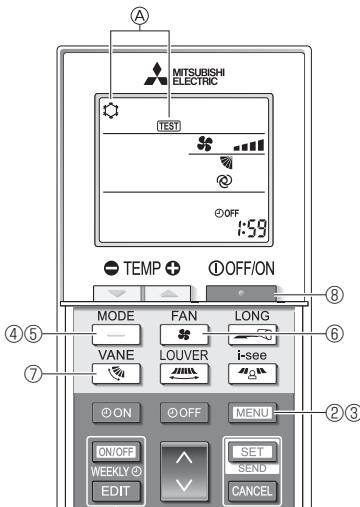

Fig. 8-5
- ① Mindestens 12 Stunden vor dem Testlauf den Netzstrom einschalten.
- ② Drücken Sie Taste **[MENU]** 5 Sekunden lang. (Fig. 8-5)
- ③ Drücken Sie die Taste **[MENU]**.
Es werden **④ [TEST]** und die aktuelle Betriebsart angezeigt. (Fig. 8-5)
- ④ Drücken Sie die Taste **[—]**, um den Kühlmodus zu aktivieren, und prüfen Sie dann, ob Kaltluft aus dem Gerät geblasen wird.
- ⑤ Drücken Sie die Taste **[—]**, um den Heizmodus zu aktivieren, und prüfen Sie dann, ob Warmluft aus dem Gerät geblasen wird.
- ⑥ Drücken Sie die Taste **[■]** und prüfen Sie, ob sich die Ventilatordrehzahl ändert.
- ⑦ Drücken Sie die Taste **[■]** und prüfen Sie, ob die automatische Klappenfunktion einwandfrei funktioniert.
- ⑧ Drücken Sie die Taste **[■]**, um den Testlauf zu beenden.